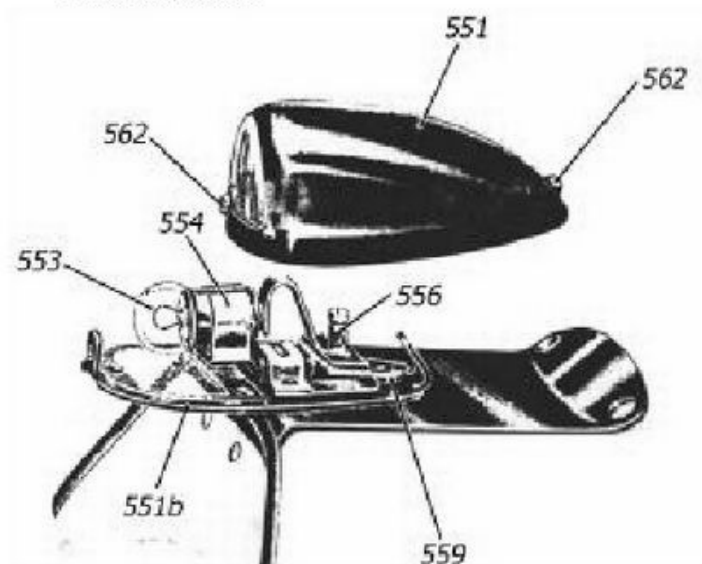

Bild 15. Nummerlaterne JN7K 1, geöffnet
b) Nummerlaterne JN7K 1 (Bild 15)
Das Befestigen des Kabels und das Auswechseln der Glühlampe geschieht in gleicher Weise wie bei der Nummernlaternen JN7K1 (Bild 15).